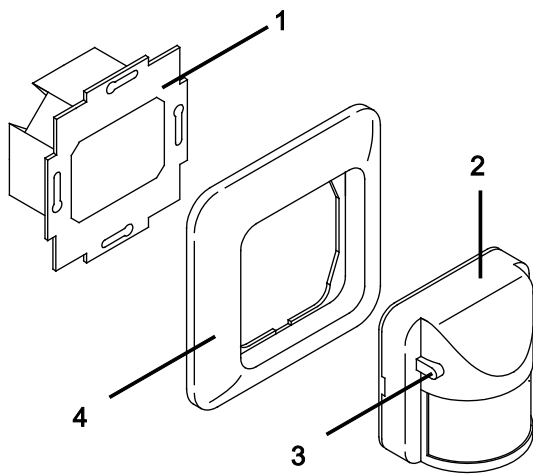

Fig. 5: Esquema de los equipos para la clase de protección IP 20
La posición intermedia del conmutador deslizante (fig. 5, pos. 3) se puede asegurar mediante el tornillo adjuntando en la parte trasera del aparato para que no se desplace por descuido (por ejemplo, en hoteles y edificios de la administración).
3. Insertar el sensor (fig. 5, pos. 2), y la caja protectora (fig. 5, pos. 4) en el inserto empotrable y encajarlos.